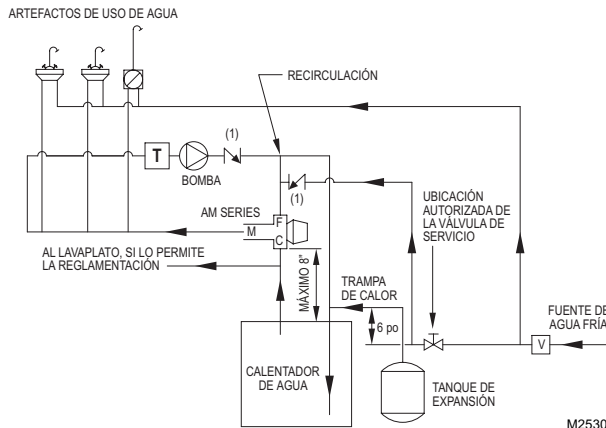

Fig. 1. Aplicación ASSE 1017 de AM-1 Series
Los modelos AM-1 Series pueden instalarse en cualquier posición que sea compatible con el uso previsto. Para el suministro doméstico de agua caliente, la válvula debe instalarse tal como se indica en la Fig. 1. No deberán instalarse válvulas de cierre entre la línea y la conexión de agua fría en la válvula AM-1 Series. Las válvulas de retención deberán instalarse en la forma indicada. Puede instalarse una válvula de servicio de agua fría, tal como se indica, entre la línea de suministro de agua fría al sistema de distribución y la línea de agua fría que alimenta al calentador de agua y a la válvula AM-1 Series.
2. Perfore el centro de la placa de identificación con un destornillador y destornille el tornillo de cabeza ranurada. Quite el volante (Fig. 1).
3. Para limitar el rango de alta temperatura a un máximo determinado (menor a la pos. 1 hasta la pos. 4): Coloque la flecha del volante tan cerca como sea posible a la izquierda del tope con ranura en L (mirando la flecha).